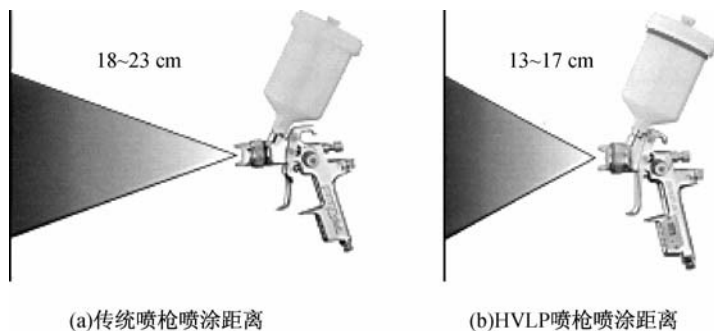

图 8-47 喷涂距离
(1) 喷涂距离控制。传统高压喷枪喷涂距离为 18~23 cm, HVLP 喷枪喷涂距离为 13~17 cm, 如图 8-47 所示。喷涂距离还应根据所使用的涂料的干燥速度来决定。喷涂距离过远, 会造成涂层粗糙、橘皮、光泽不足以及涂料浪费; 喷涂距离过近, 会造成涂面产生波纹以及扇形喷幅变窄, 单位面积的涂料量增加, 易形成流痕。在实际操作中, 还需要根据施工环境温度、喷枪移动速度、涂料黏度等灵活控制喷涂距离。